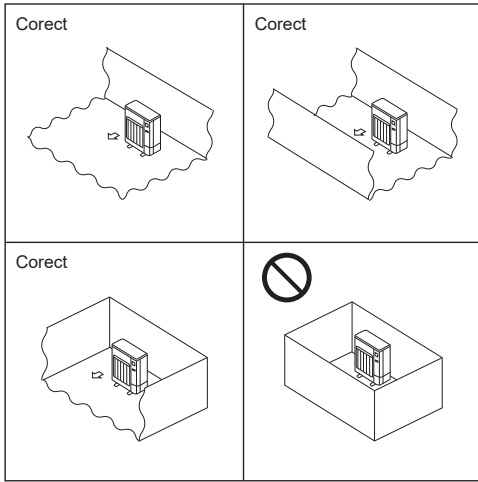

Fig. 2-1
- Instalați unitățile exterioare într-o zonă unde cel puțin una dintre cele patru părți laterale este deschisă și într-un spațiu suficient de mare, fără denivelări. (Fig. 2-1)